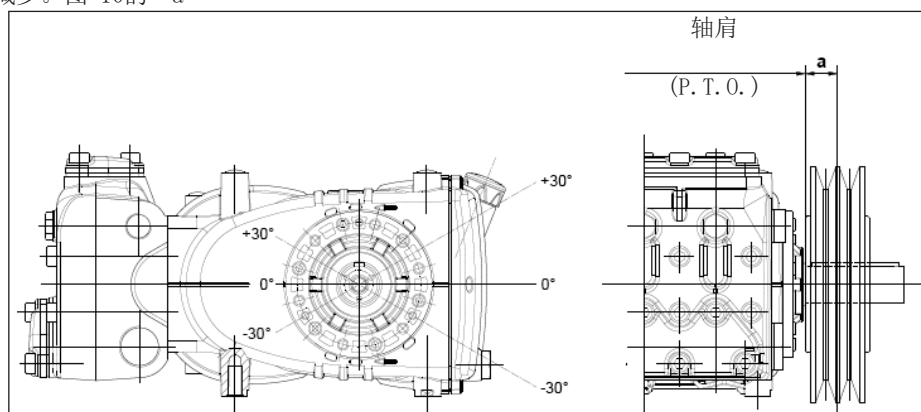

图 10
泵轴上的径向载荷不能超过7500 N（布局定义所必须的数值）。只有该载荷作用在距离轴肩（P. T. O.）的一段最大长度 $a=40 \text{ mm}$ 时，传动才被视为适当，见图10。
- b) 使用高效能皮带 - 例如XPB而不是SPB - 同样的功率传递, 使用的皮带数量会相对少, 继而相对轴肩 (P. T. O.) 的距离也会减少。图 10的“a”